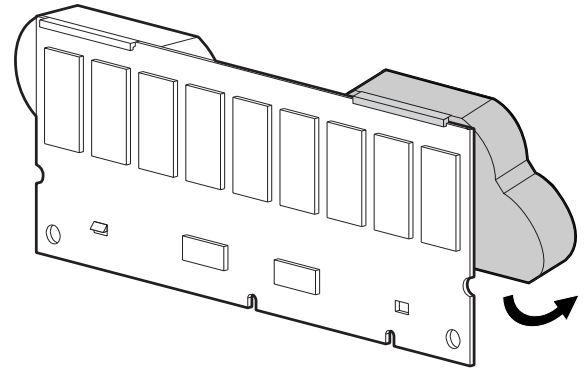

Abbildung 5: Abwinkeln des Akkublocks
2. Bewegen Sie den Akkublock in einem 30-Grad-Winkel vom Modul weg. Siehe Abbildung 5.